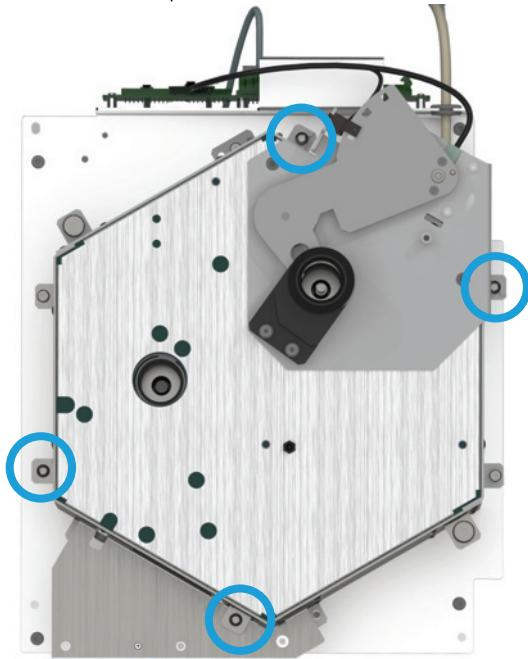

Figure 12. Retrait des vis Torx T-20 de l'ensemble supérieur du four
- Retirez les quatre vis Torx T-20 de l'ensemble supérieur du four (Figure 12).